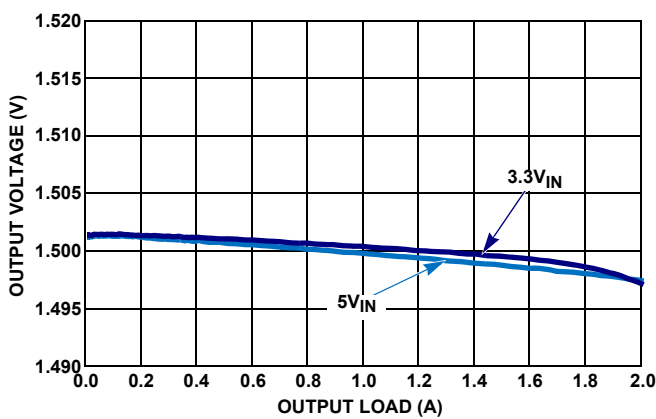

図 8.  $V_{OUT}$  レギュレーション vs 負荷、 $f_{SW} = 2\text{MHz}$ 、 $V_{OUT} = 1.5\text{V}$ 、 $T_A = +25^\circ\text{C}$
- 製造時テストは実施していません。評価用ボードを用いた特性評価による値です。負荷レギュレーションのグラフ (図 8 ~ 11) を参照してください。105  $^\circ\text{C}$  の  $T_A$  は、ほぼワーストケースの動作点を表します。